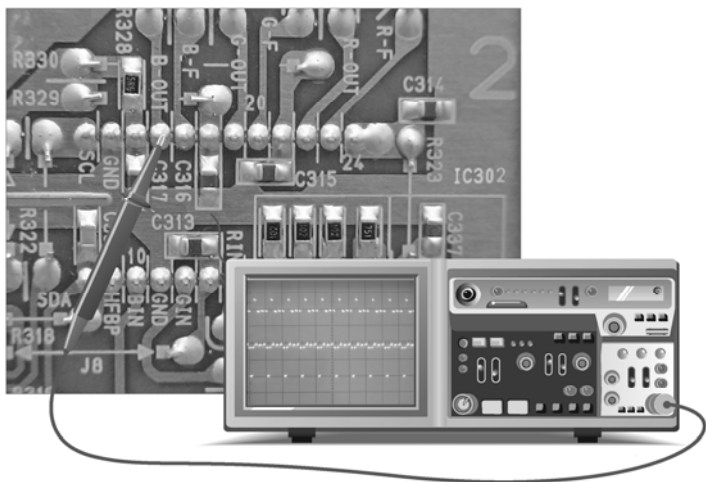

图 2-38 B 输出信号的检测
将示波器探头放到⑥脚上，对 B 输出信号进行检测，具体操作及波形如图 2-38 所示。